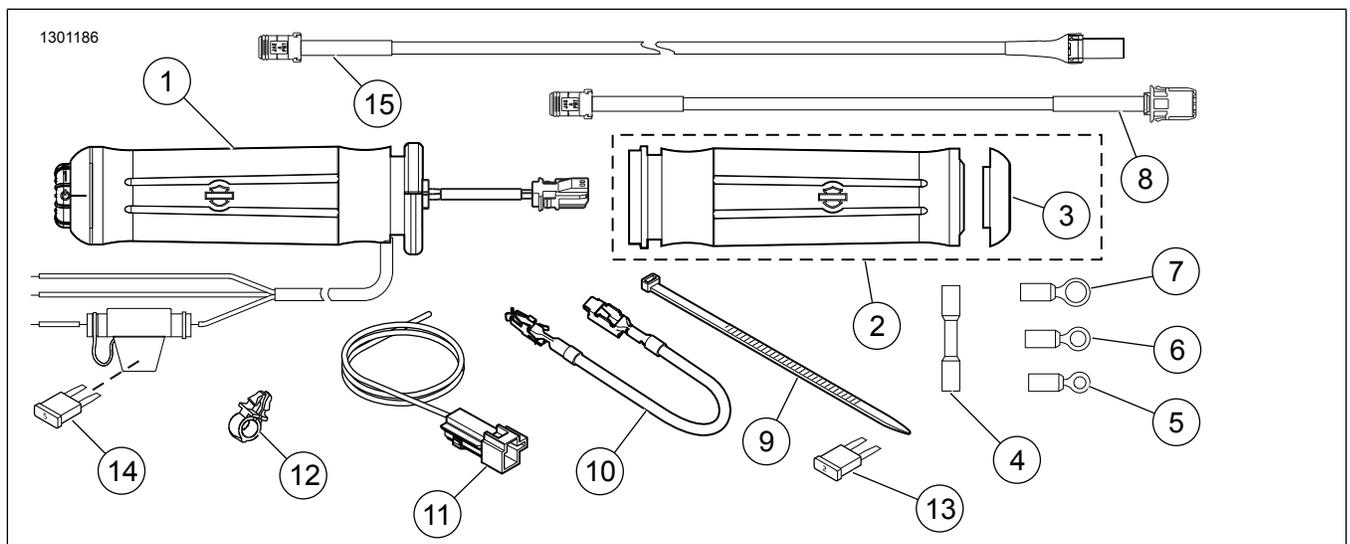

Figure 8. Pièces de rechange, kits de poignées chauffantes
2. Consultez Figure 8 . Utilisez les sangles de câbles (9) du kit pour fixer le câblage de la poignée au faisceau de câbles le long du châssis. **Modèles 2014 et ultérieurs** : Continuez à l'étape 15.